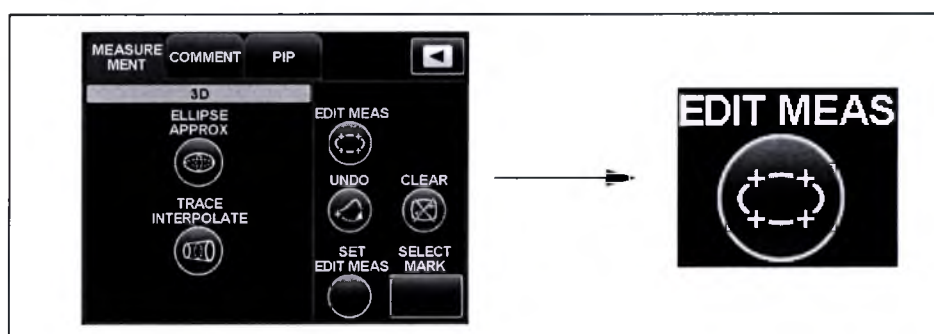

Рисунок 8.35
- 2 Нажмите клавишу TRACE на клавиатуре или откройте меню MEASUREMENT на сенсорной панели и нажмите кнопку EDIT MEAS. (см. рис. 8.35)
- При нажатии кнопки перехода между страницами на сенсорной панели в режиме 3D переключает дисплей на меню MEASUREMENT. (см. рис. 8.35)